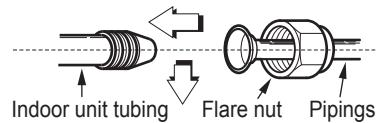

Fig.58
- Pentru inceput strangeti piulita forjata folosind degetele si dupa ce ati fixat piulita folositi o cheie dinamometrica pentru a strange corect, conform Fig 58&59.